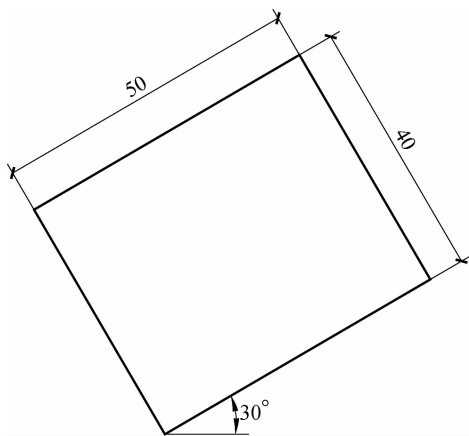

图 3-10 指定旋转角度绘制矩形
(8) 旋转(R): 表示用户可以按指定的旋转角度绘制矩形。例如, 绘制如图 3-10 所示的矩形。